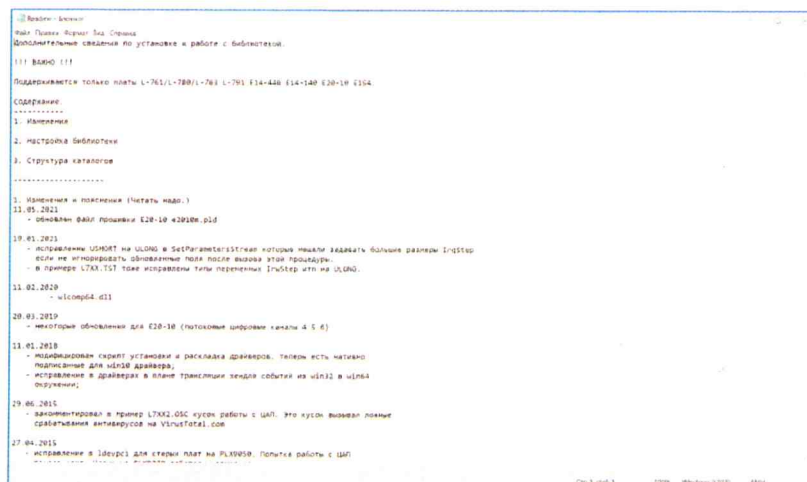

Рисунок 22
10) Закройте появившееся окно блокнота, нажав на крестик в правом верхнем углу окна (рисунок 22).